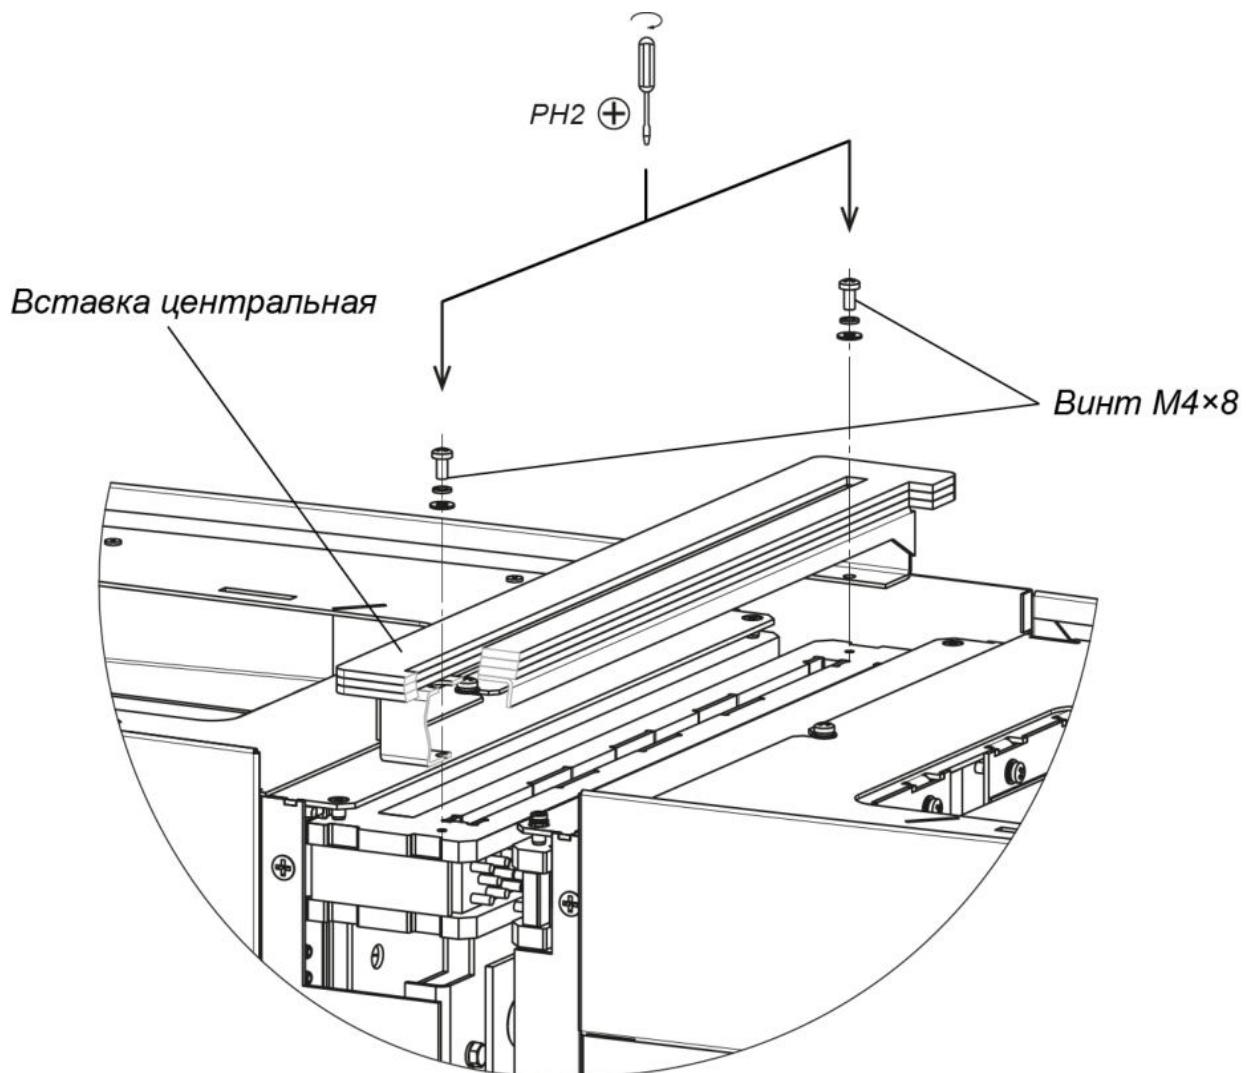

Рисунок 22. Монтаж вставки центральной
- Установите центральную вставку (4) (см. разд. 8.7.4, рис. 22).
2. Отверткой с крестообразным шлицем RH2 вкрутите два винта M4×8 (см. рис. 22) с шайбами (при поставке вкручены по месту установки).